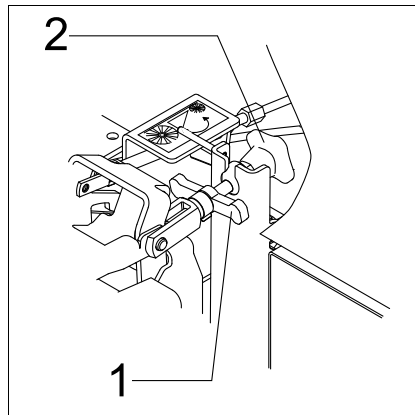

Fig.13 Ajuste da escova
A faixa de varrimento pode ser ajustada com o manípulo (Fig. 13/2) da seguinte forma:
- Afrouxe o manípulo (Fig. 13/1)
- Gire o manípulo (Fig. 13/2)
- Aperte o manípulo (Fig. 13/1)